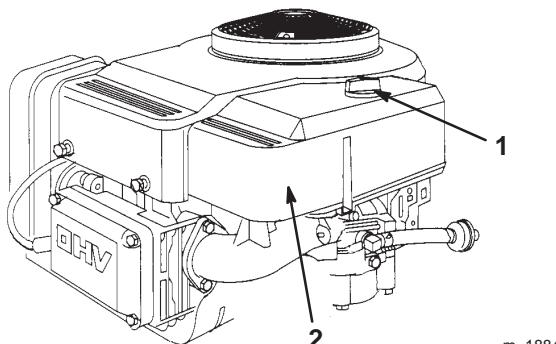

Figure 18
3. Nettoyez la surface autour du filtre à air pour éviter que des impuretés s'introduisent dans le moteur et l'endommagent. Dévissez le bouton et déposez le couvercle du filtre à air (Fig. 18).
- Reposez le couvercle du filtre à air et le bouton (Fig. 18). Serrez solidement le bouton.